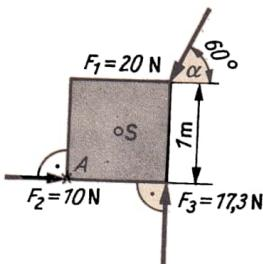

Bild 48
- 3.79** An einer quadratischen Holzplatte von 1,0 m Seitenlänge, die auf einer Wasseroberfläche schwimmt, greifen die in Bild 48 angegebenen Kräfte F_1 , F_2 und F_3 an. 1. Untersuchen Sie, wie sich die Platte unter Einwirkung dieser Kräfte bewegt. 2. Schlagen Sie eine Kräfteanordnung vor, die die Platte ins Gleichgewicht bringt.